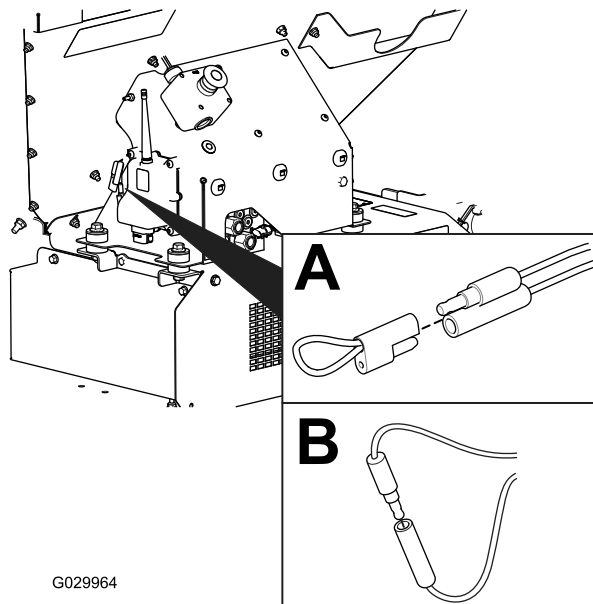

図 27
2. 故障診断コネクタについているキャップを外す (図 27, A)。
3. 故障診断コネクタ同士を接続する (図 27, B)。
2. 故障診断コネクタ同士の接続を外す 図 27、B。
3. 故障診断コネクタにキャップを元通りに取り付ける 図 27、A。